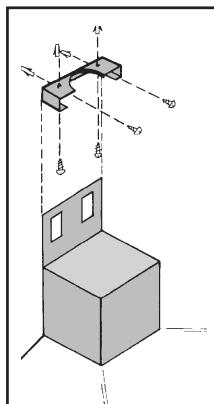

fig. 5
- Au moyen des chevilles et des vis en dotation, fixez l'étrier supérieur de support de la cheminée au plafond et/ou au mur, de manière à ce qu'il soit aligné avec votre hotte (Fig. 5).